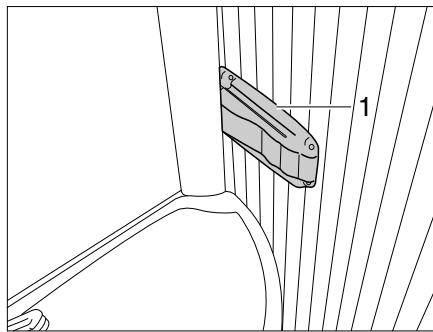

Bild 358 Vario-toalett, spärr till duschkabin
- Tryck in spärren (Bild 358,1) till höger på tvättstället och drag lätt i tvättstället. Tvättstället flyttas framåt med bakväggen.